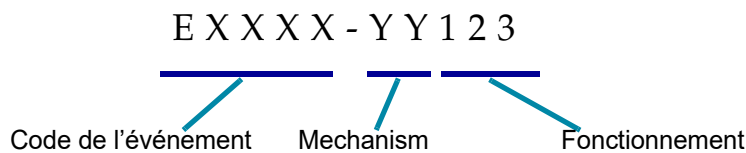

Figure 6-12 Code d'erreur à deux parties
①	L'affichage de l'écran tactile indique l'interruption du traitement dans un bandeau rouge en haut.
②	Le code d'erreur est affiché. Voir la figure 6-12 et le figure 6-12 pour plus d'informations sur les codes d'erreur.
③	En plus d'une description de l'erreur, le message d'erreur fournit des instructions à l'opérateur.
①	L'affichage de l'écran tactile indique qu'une erreur irrécupérable s'est produite dans un bandeau rouge situé en haut.
③	Une description de l'erreur est affichée.
④	Si l'alarme sonore est activée, elle retentira jusqu'à ce que le bouton Désactiver l'alarme soit enfoncé ou que l'appareil soit éteint. Les voyants d'état du système clignotent en rouge.
⑤	En cas d'erreurs irrécupérables, un bouton Mode Entretien est disponible sur la notification de l'erreur. Le mode Entretien est réservé aux techniciens d'Hologic et est protégé par un mot de passe.